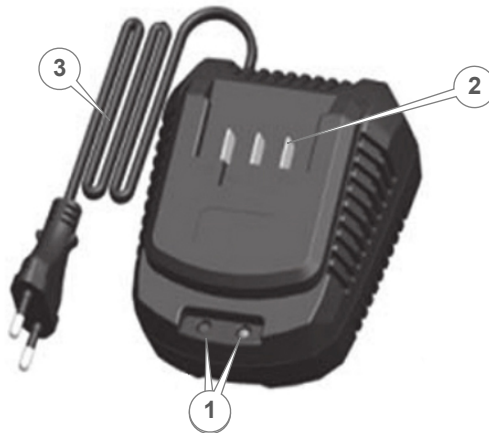

Рисунок 5. Загальний вигляд зарядного пристрою.
- контролювати ступінь зарядження акумулятора за кольором індикаторів (1, рис. 5);